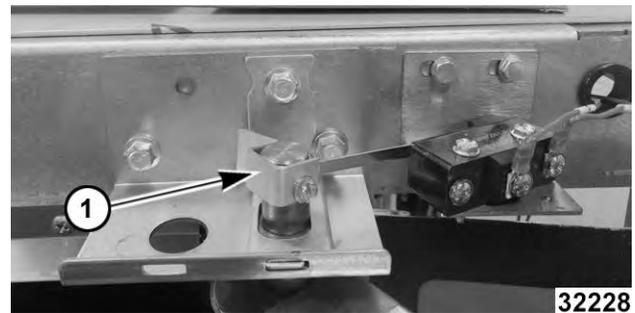

Fig. 36
2. If servicing right side door, remove door switch lever (1, Fig. 36).